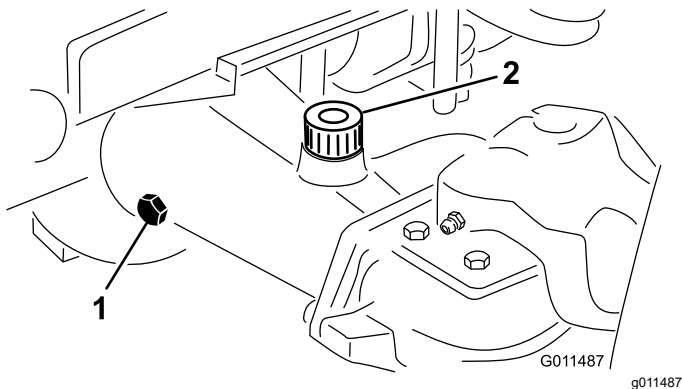

Figure 72
2. Enlevez un bouchon de contrôle à une extrémité du pont et vérifiez que le lubrifiant atteint la base de l'orifice (Figure 72).